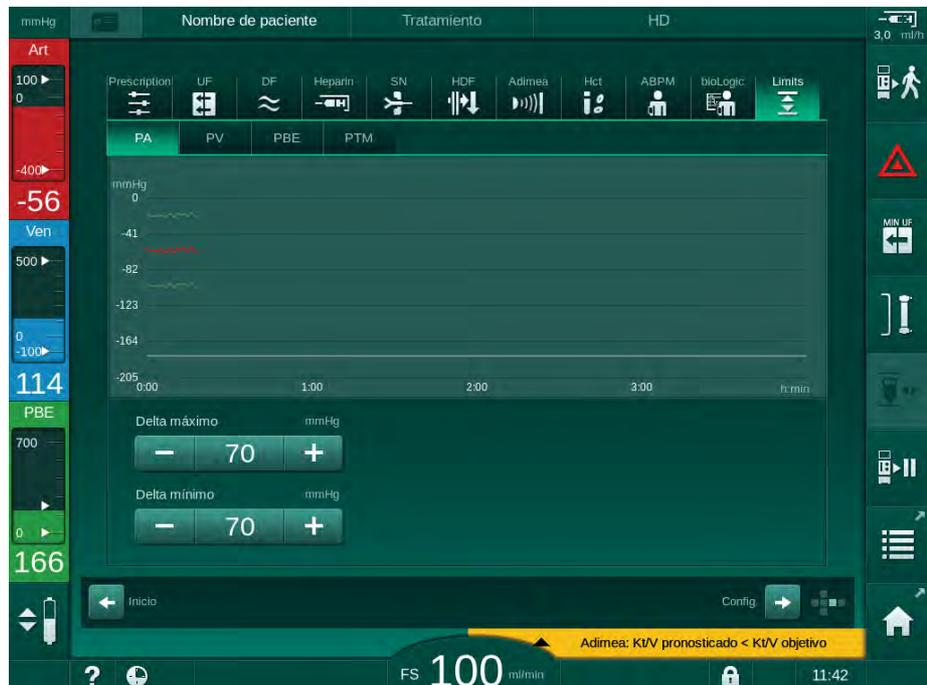
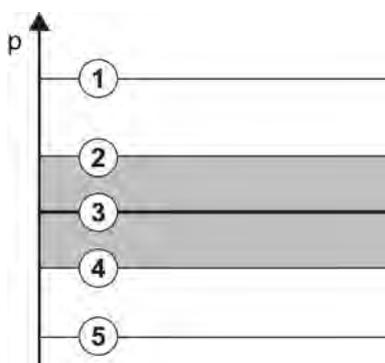

Fig. 5-20 Ejemplo de límites de presión en la pantalla *Entrada*
Fig. 5-21 Límites de presión
Las presiones son monitorizadas por ventanas de límites (área gris en Fig. 5-21) definidas por la distancia respectiva entre el valor real ③ y los límites inferior ④ y superior ② (valores delta Mín./Máx.). La suma de las dos distancias proporciona la amplitud de la ventana de límites; es decir, en el ejemplo en Fig. 5-20 : $70 + 70 = 140$ (mmHg).